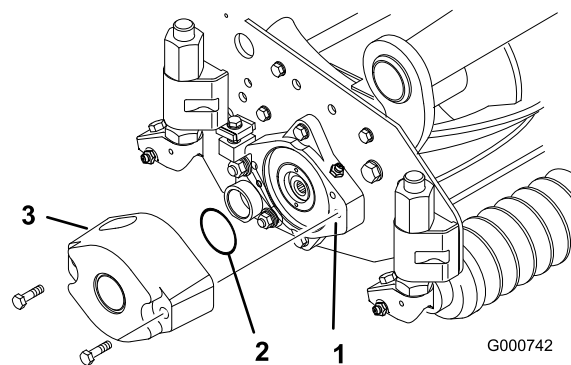
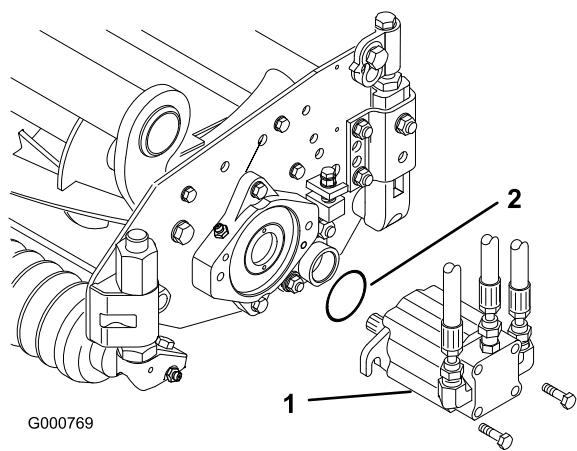

図 4
図 7
3. 大きなOリングにグリスを塗り、カッティングユニット両側のベアリング・ハウジングの溝にそれぞれ取り付ける（図4と図7）。
4. 付属のキャップスクリューを使って、各カッティングユニットにカウンタウエイトを取り付ける（図4）。
13. リールモータを各カッティングユニットに装着し、付属のキャップスクリュー2本で固定する(図 7)。